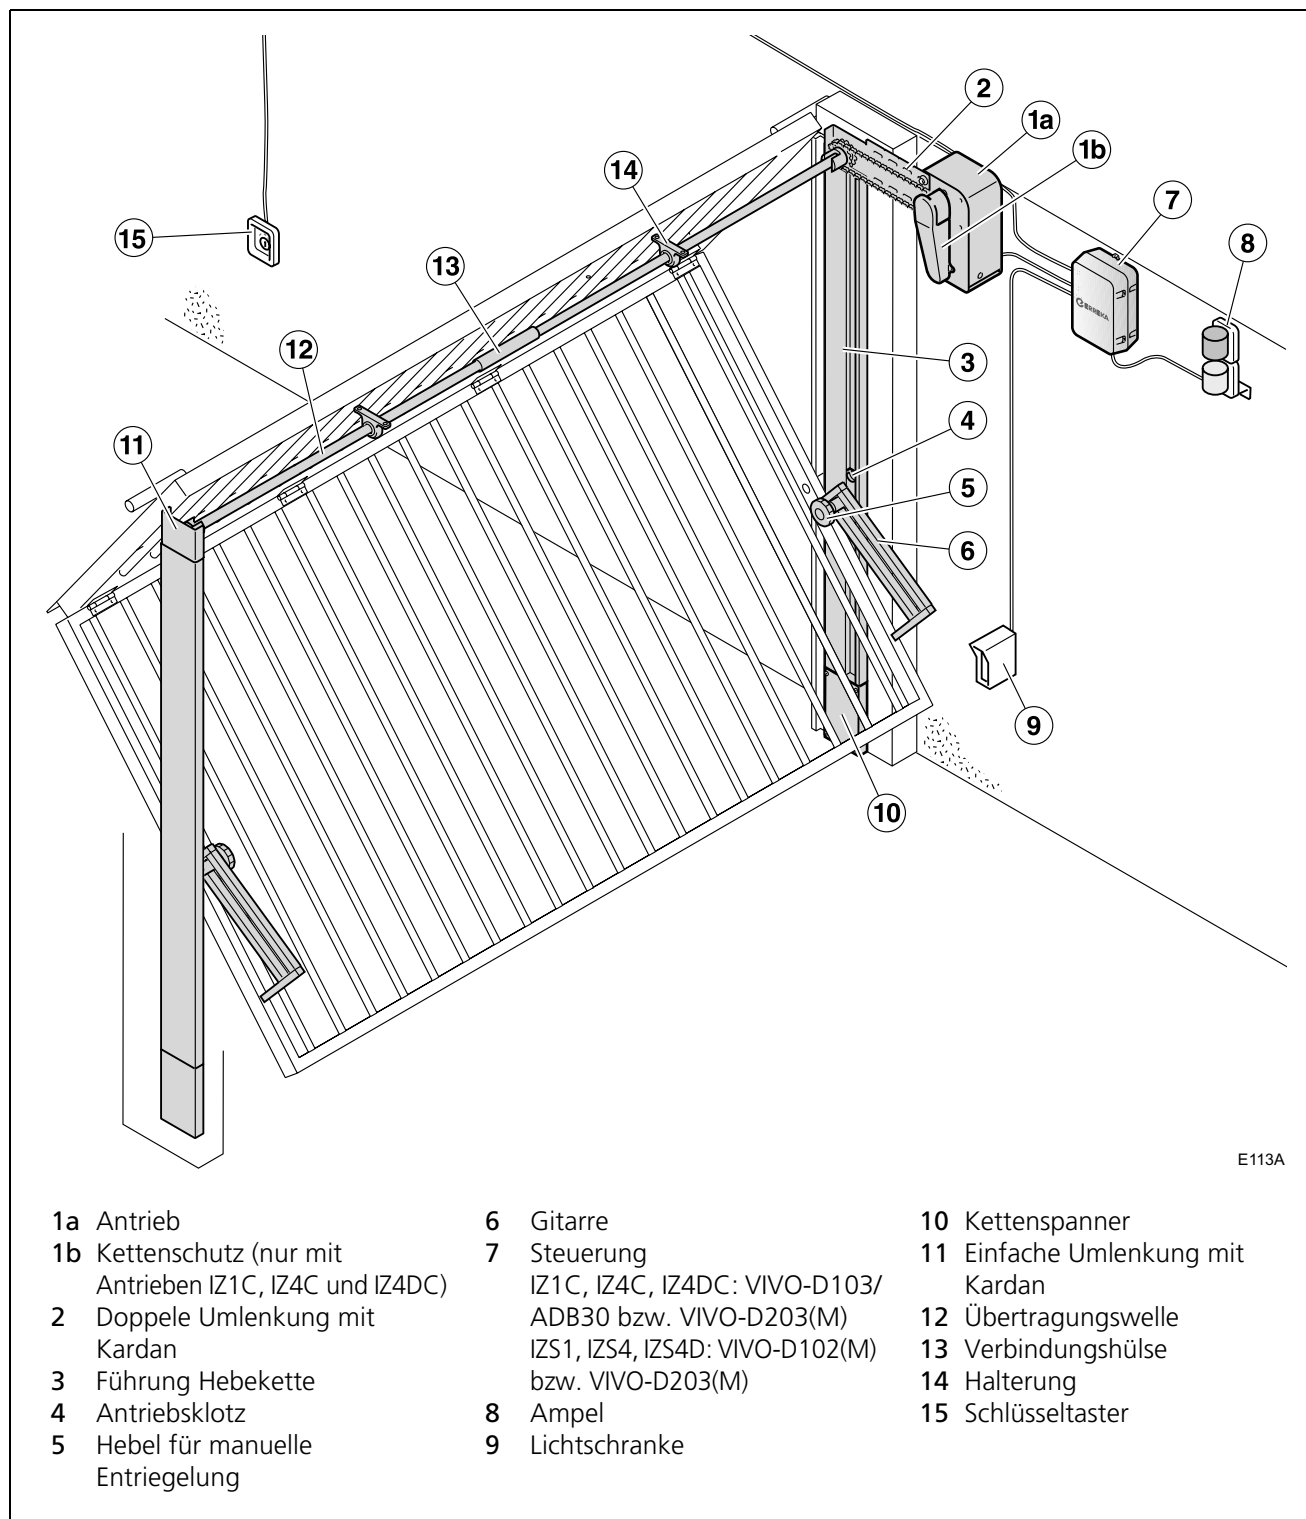
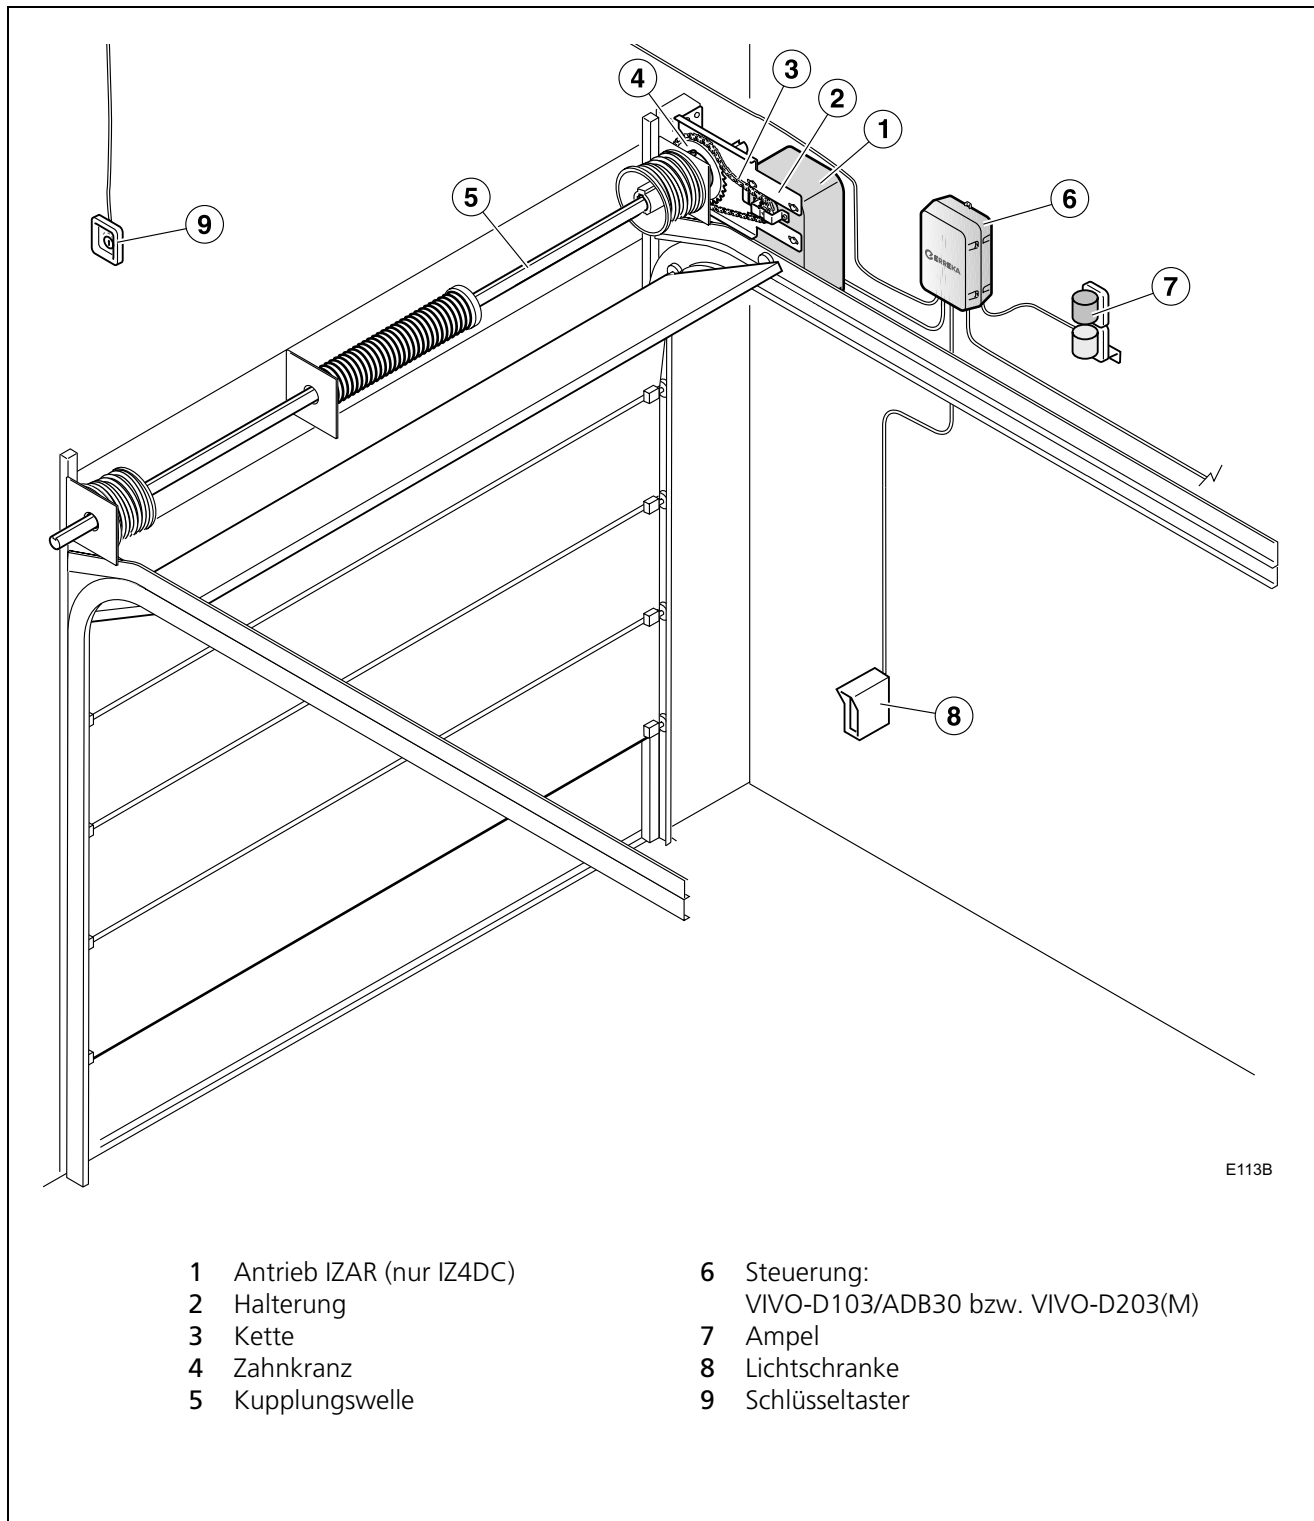

Abb. 1 Elemente der kompletten Anlage (Kipptor)
Abb. 2 Elemente der kompletten Anlage (Sektionaltor)
ℹ Für weitere Informationen siehe "Abb. 1 Elemente der kompletten Anlage (Kipptor)" auf Seite 82 und "Abb. 2 Elemente der kompletten Anlage (Sektionaltor)" auf Seite 83.
- 2 Prüfen Sie den Inhalt des Pakets auf Vollständigkeit. Es muss der Antrieb (1a) und an den Antrieben IZ1C, IZ4C und IZ4DC auch der Kettenschutz (1b) vorhanden sein (siehe "Abb. 1 Elemente der kompletten Anlage (Kipptor)" auf Seite 82). Alle anderen Elemente werden getrennt geliefert.